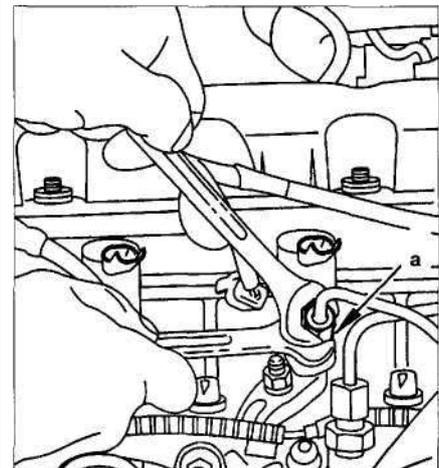

Рис. 7.38. С помощью двух ключей отсоедините топливопроводы высокого давления в точках «а» от форсунок.
4. С помощью двух ключей отсоедините топливопроводы высокого давления в точках «а» от форсунок (рис. 7.38).